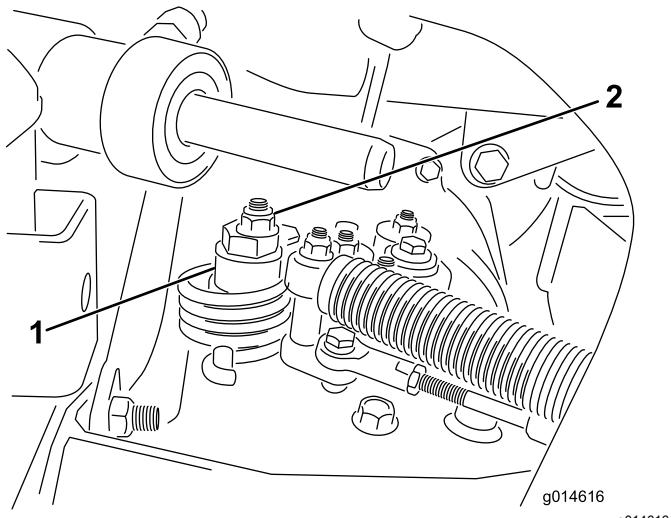

Bild 35
- Lösen Sie die Mutter, mit der der Exzenter oben am Hydrostat befestigt ist (Bild 35).
- Drehen Sie den Exzenter, bis kein Kriechen in jeder Richtung auftritt. Ziehen Sie die Schraube fest, wenn sich das Rad nicht mehr dreht, um den Exzenter und die Einstellung zu arretieren (Bild 35). Überprüfen Sie die Einstellung, wenn die Gasbedienung in der LANGSAM- und SCHNELL-Stellung ist.